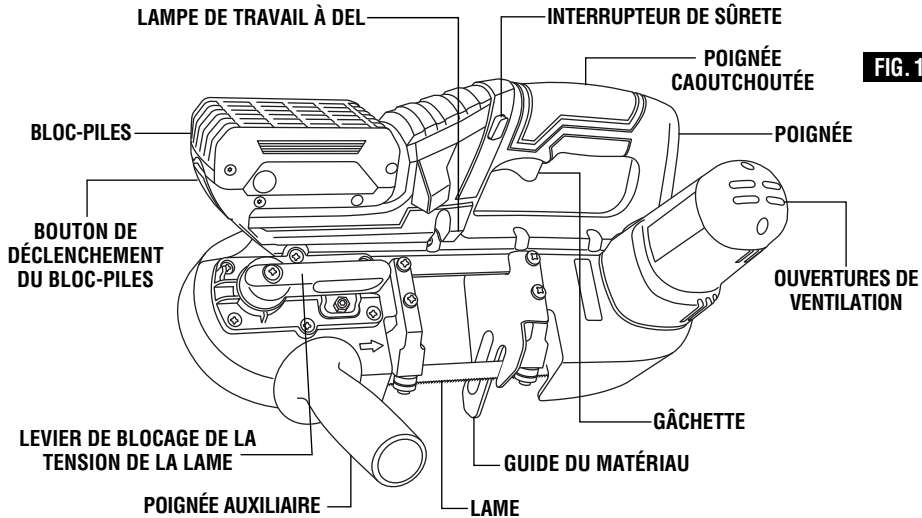

FIG. 1
2. Tournez la poignée de blocage de la tension qui se trouve à l'avant de la scie de 180° dans le sens des aiguilles d'une montre afin de relâcher la tension de la lame (Fig. 1).
2. Tournez la poignée de blocage de la tension de 180° dans le sens contraire des aiguilles d'une montre afin d'assujettir la lame entre les poulies (Fig. 1).
L'outil doit être soutenu au moyen de la poignée auxiliaire. La poignée doit être filetée dans le logement avant de l'outil (Fig. 1).
Cette lampe ne nécessite aucune maintenance et a été conçue pour durer aussi longtemps que votre outil (Fig. 1).
L'interrupteur de sûreté est conçu de manière à prévenir les démarrages accidentels. Pour actionner l'interrupteur de sûreté, appuyez sur le bouton de relâchement avec votre pouce d'un côté ou de l'autre de la poignée afin de déverrouiller, puis tirez la gâchette (Fig. 1). Lorsque la gâchette est relâchée, le bouton engage automatiquement l'interrupteur de sûreté, et la gâchette n'est plus en fonction.
Appuyez une fois de plus sur le bouton de déclenchement du bloc-piles et faites glisser le bloc-piles jusqu'à ce qu'il sorte complètement du bâti de l'outil (Fig. 1).